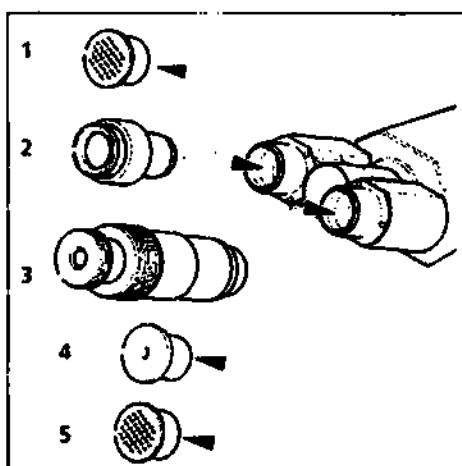

Рисунок 3-6. Установка окуляров
- Снимите обе пылезащитные крышки (рисунок 3-6/1 и 5) с бинокулярного тубуса.
- Выньте два окуляра (рисунок 3-6/2) из коробок и вставьте их в бинокулярный тубус.
- Вспомогательный микроскоп (рисунок 3-6/3) может использоваться вместо окуляра в одном из бинокулярных гнезд для апертуры наблюдения, фазовых упоров и упоров темного поля или центрирования фазовых упоров. Фокусировка на данные апертуры возможна при использовании регулируемых линз окуляра.
- Вспомогательный микроскоп (рисунок 3-6/3) или диоптр (рисунок 3-6/4) могут использоваться для наблюдения за коноскопическими изображениями.